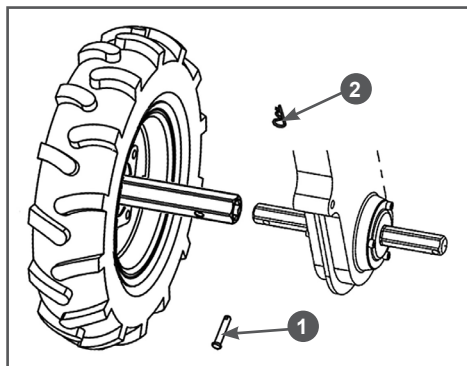

Рис. 3 Установка колеса на мотоблок
4. Установите колеса с осями в сборе на выходной вал редуктора, закрепите оси пальцами 1 и шплинтами 2 (Рис. 3).